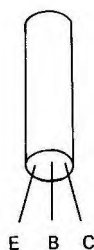

Fig. 84
Transistoren ser ud som på fig. 84, og vi kan se, at den er „indpakket“ i en metalcylinder. Fra bunden af cylinderen kommer tre ledninger ud. De benævnes med *Emitter* (E), *Basis* (B) og *Kollektor* (C). Kollektor er mærket med en rød prik på cylinderen. Her er transistorens typebetegnelse (AC128) også påtrykt.